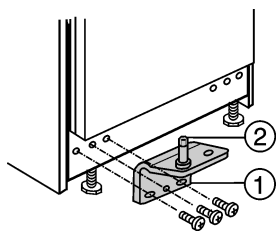

Fig. 9
- ▶ Scharnierbolzen Fig. 9 (2) im Lagerbock Fig. 9 (1) mit Unterlegscheibe in das Türlager unten einsetzen.
- ▶ Lagerbock Fig. 9 (1) fest (mit 4 Nm) anschrauben.